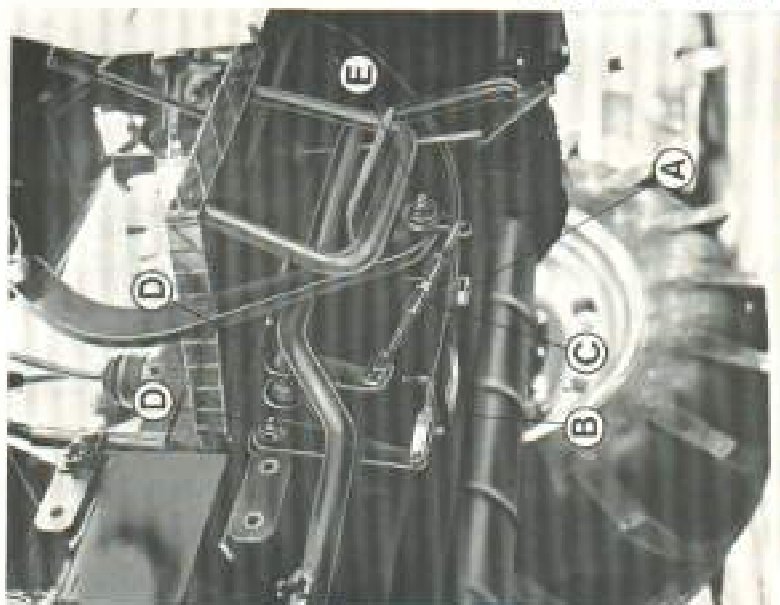
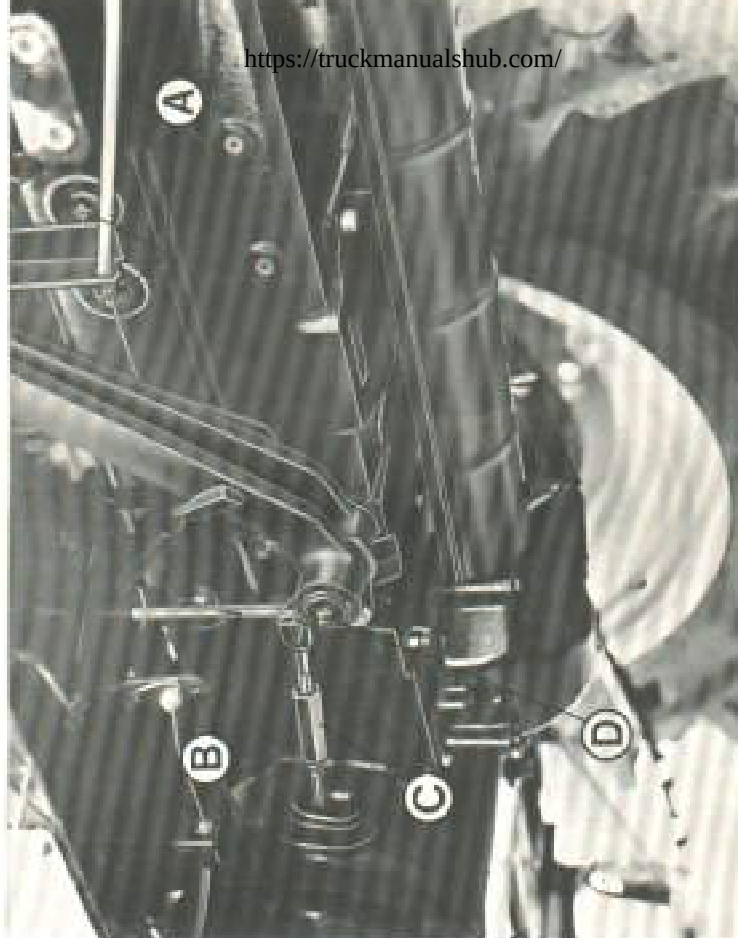

FIG. 31
FIG. 32 - A: Ingrassatore per perni comando frizione
Ogni 3000 ore sostituire l'olio del cambio e differenziale attraverso il tappo A fig. 24 e l'olio residuo attraverso il tappo A fig. 31 e B fig. 24 (per trattrici a 4 ruote motrici).
Quando tale corsa tenderà ad annullarsi per effetto dell'usura del disco-frizione occorrerà eseguire la registrazione operando sul manicotto di registro (C fig. 31) che comanda la leva, fino a ripristinare il gioco normale del pedale.
Eseguire periodicamente anche la registrazione del tirante per frizione comando indipendente P.t.O. agendo sul dado (B fig. 31) mantenendo una corsa libera all'estremità della leva di comando (6 fig. 2) di circa 5 ÷ 6 cm. Lubrificare ogni 50 ore di lavoro i perni di comando attraverso gli ingrassatori D fig. 31 e A fig. 32.
- Ogni 50 ore di lavoro ingrassare il perno del pedali attraverso l'ingrassatore D fig. 32 e E fig. 31.
- Registrare periodicamente la corsa a vuoto dei pedali (che deve essere di circa 4 cm) operando sui manicotti di registro (C fig. 32).
- Allo stesso modo registrare il tirante della leva a mano comando freni (B fig. 32).